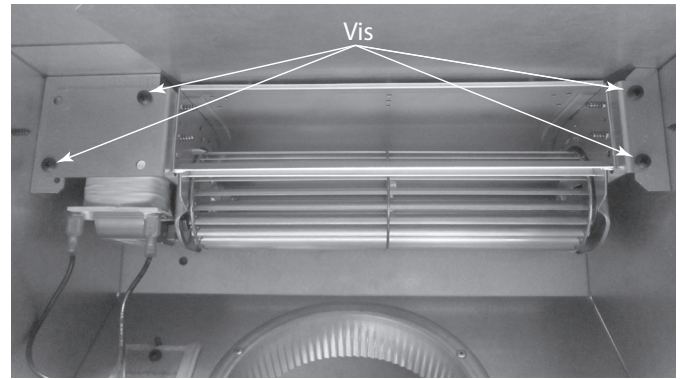

Figure 3.31
- Fixez le ventilateur aux supports de montage à l'aide des 4 vis fournies. Voir la figure 3.31.